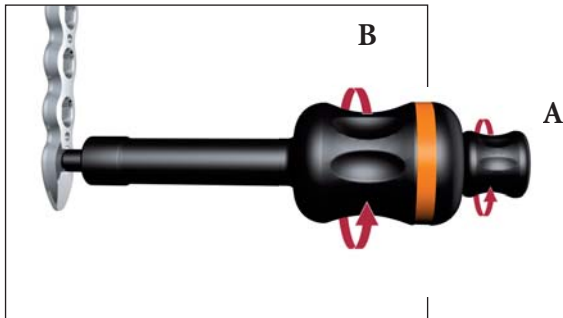

Fig. 16
Si, por alguna razón, fuera preciso retirar una Pieza de Bloqueo, deberá seguirse el procedimiento siguiente. Enroscar la porción central (A) del Extractor de Piezas de Bloqueo (REF 702767) en la Pieza de Bloqueo que se desea retirar hasta que llegue a su tope (Fig. 16).